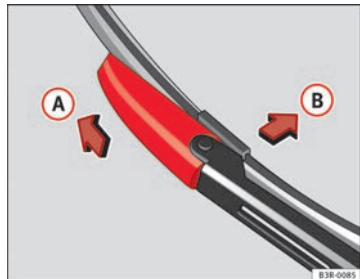

Fig. 170 Extraer la escobilla
- Desplace el elemento de bloqueo de la escobilla en la dirección de la flecha → fig. 170 **A**. Aguante al mismo tiempo la escobilla.